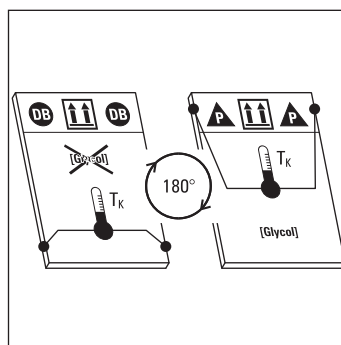

Fig. 3-19 Ruotare il collettore piano (a seconda del sistema)
3. Ruotare il collettore piano sulla base del sistema di impianto progettato, come indicato sulla pellicola di copertura nella relativa posizione di montaggio (fig. 3-19).